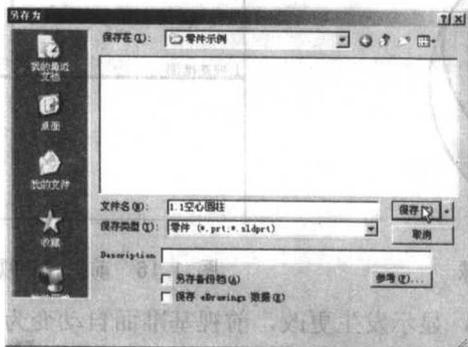

图 1.14 【另存为】对话框
- (16) 单击标准工具栏上的保存按钮, 【另存为】对话框出现, 在【文件名】文本框中输入“1.1 空心圆柱”, 然后单击按钮, 如图 1.14 所示。